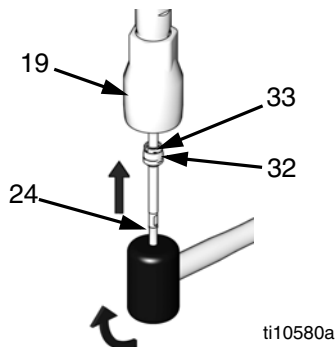

FIG. 24
10. Lubrique la varilla del pistón de cebado (24), luego deslice la válvula de entrada armada en la varilla. Asegúrese de que la tuerca de empaquetadura (33) sea la primera en entrar en la varilla. Empuje el conjunto de la válvula hacia arriba en la varilla, parando antes de que llegue a la carcasa de la válvula de entrada (19). Consulte FIG. 24.
11. Sujete el cuerpo de la válvula (32) quieto con una llave mientras aprieta la tuerca de empaquetadura (33) con una llave ajustable; consulte el par de apriete correcto en la tabla siguiente. Use una maza de caucho sobre la varilla del pistón de cebado (24) para impulsar el conjunto de la válvula hasta el tope.